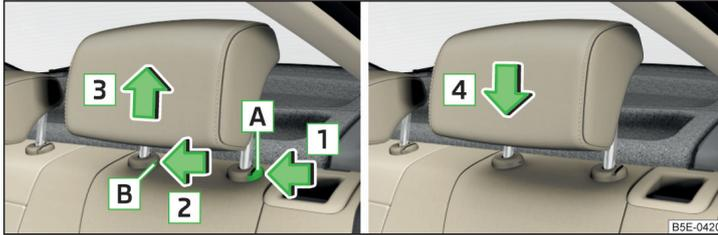

Abb. 75 Kopfstütze hinten: ausbauen/einbauen
- Die Sicherungstaste **A** in Pfeilrichtung **1** » Abb. 75 drücken, gleichzeitig mit einem flachen Schraubendreher mit einer Breite von max. 5 mm die Sicherungstaste in der Öffnung **B** in Pfeilrichtung **2** drücken.